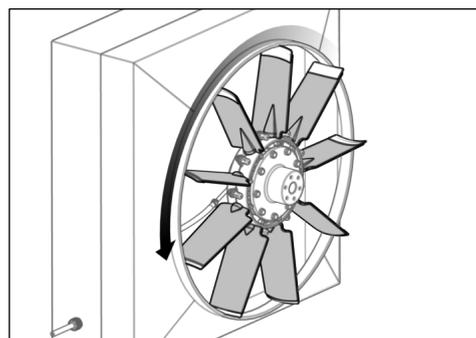

Abb. 33
29) Ventilator von Hand drehen (siehe Abb. 33).